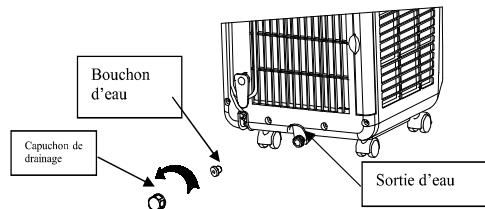

Figure 12
1. Vidange manuelle : (comme illustré à la figure 12)